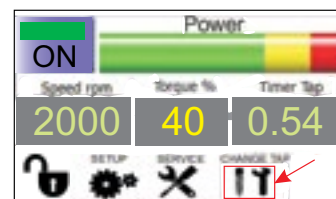

FIG. 14
- Sulla schermata principale del pannello, premere tasto **CHANGE TAP** (FIG. 14);
- Cliccare nuovamente su CHANGE TAP (FIG. 14);
- Premere il tasto OFF sul touch screen per riaccendere la macchina (ON).